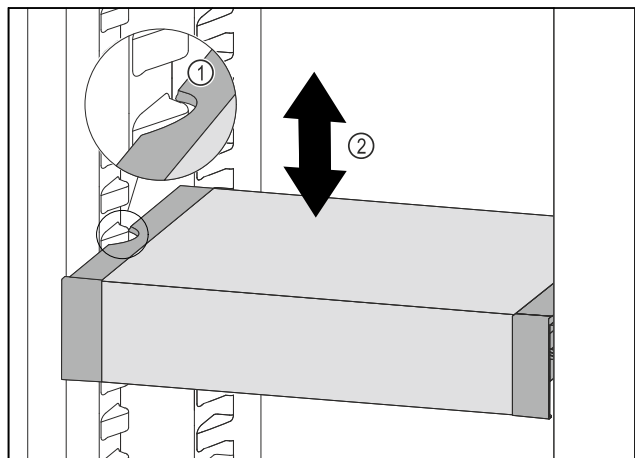

Fig. 100
- VarioSafe nach vorne ziehen, bis sich die seitlichen Aussparungen des VarioSafes auf Höhe der Behälterrippe im Kühlteil befinden. Fig. 100 (1)
- ▶ VarioSafe im Kühlteil nach oben oder unten bewegen, bis gewünschte Höhe erreicht ist. *Fig. 100 (2)*